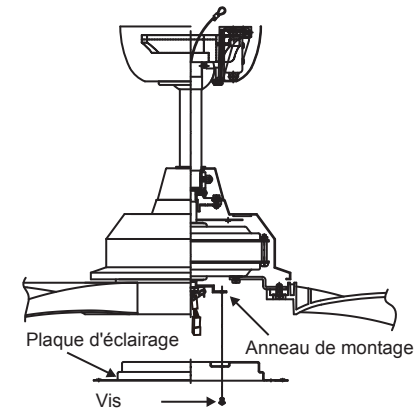

Fig. 16
Étape 1. Desserrez deux vis sur l'anneau de montage fixé à l'axe du moteur et "retirez" et conservez la troisième vis. (Fig. 16)